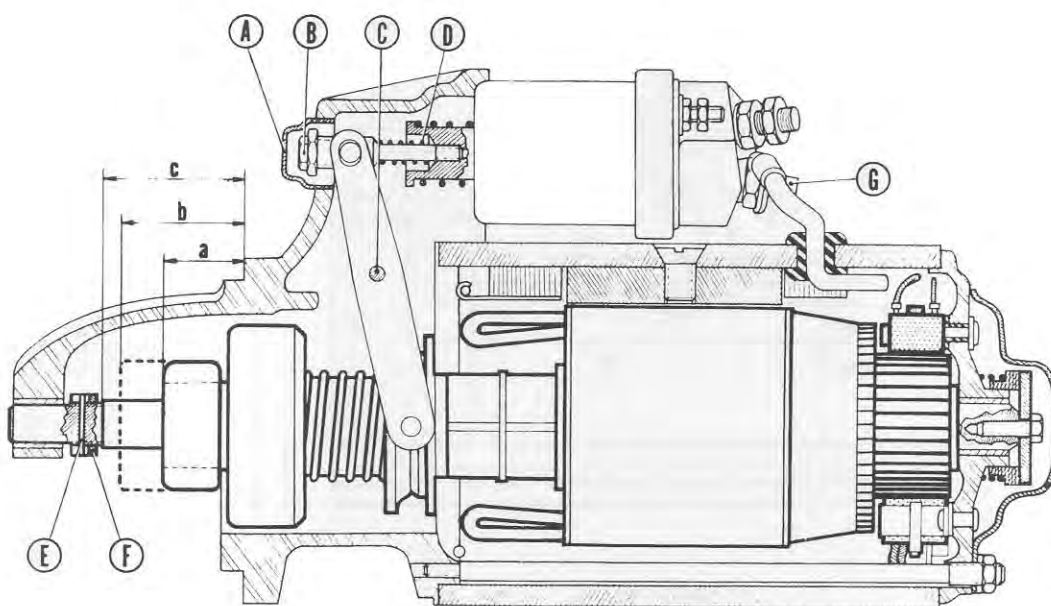

Fig. 3
DUCELLIER STARTER . . . .	type 6 110 A (Fig. 3)
b) Ducellier Starter (Fig. 3).